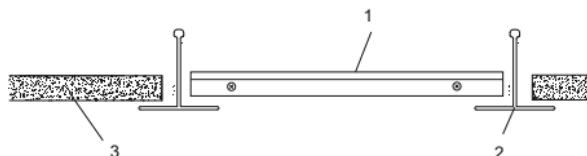

Рисунок 3
**4.2.3 Встраиваемый монтаж производить в подвесные потолки типа «Armstrong» (см. рисунок 3). Светильник (1) установить на место потолочной плиты 600×600 мм (3) в межпотолочное пространство между направляющими (2) потолка «Armstrong», как показано на рисунке 2.**